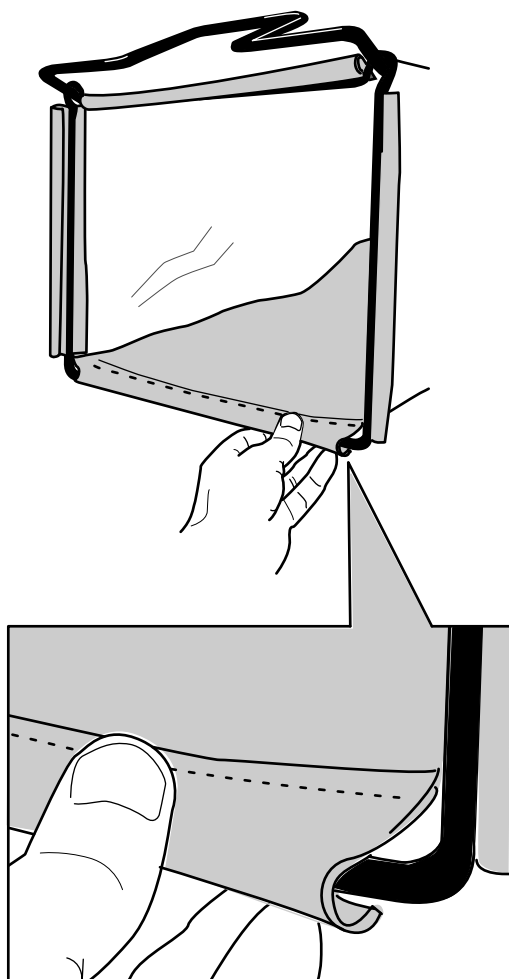

Figura 7
2. Engate o canal inferior do saco na parte inferior da estrutura (Figura 7).
3. Engate os canais superior e lateral do saco na parte superior e lateral da estrutura, respetivamente (Figura 7).